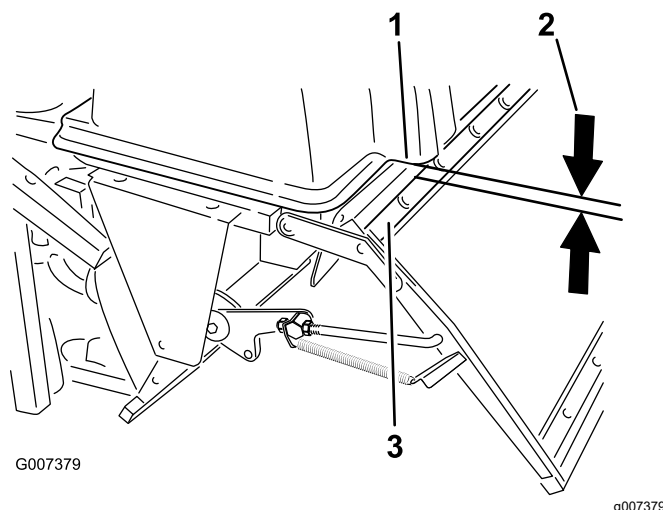

Figure 55
3. Vérifiez la distance entre le tube supérieur du cadre de la trappe et le rebord inférieur du capot moulé (Figure 55).